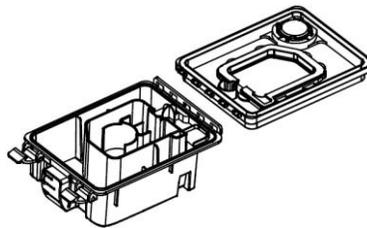

Fig. 5-5
(2) Limpieza de la cámara de agua: Lavar las dos partes de la cámara de agua, como se muestra en la Fig. 5-5. También puede limpiar con un paño suave que no raye la cámara de agua (moje la paño suave en el líquido de lavado si es necesario), enjuagar muy bien, y luego seque con un paño suave.